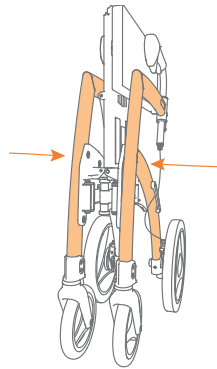

Abbildung 20: Drücken Sie den Rahmen weiter nach innen.
- Drücken Sie die Seiten des Rahmens zusammen, bis der Rollator vollständig zusammengeklappt ist (Abbildung 20).